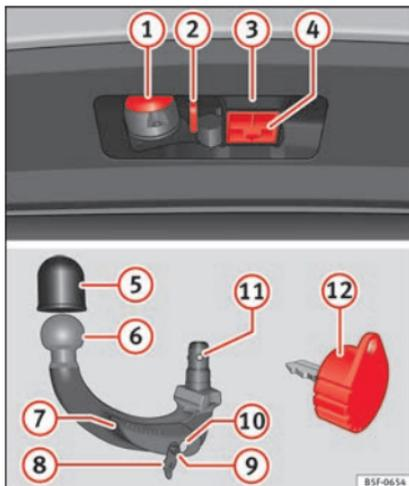

Fig. 225 Supporto del dispositivo di traino / sfera smontabile / chiave
Legenda »» fig. 225
- Estrarre il tappo di alloggiamento del ganccio (4) »» fig. 225 verso il basso.